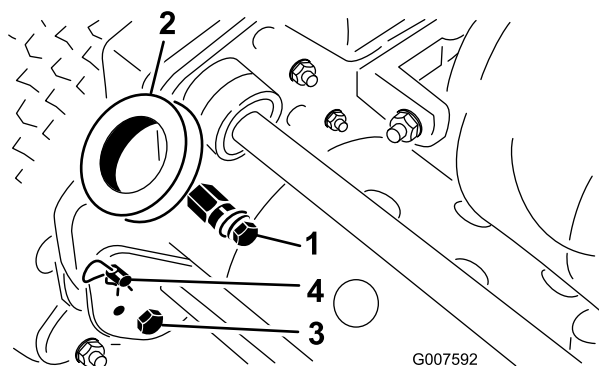

Figura 2
1. Togliete i bulloni, i dadi di bloccaggio e le rondelle che fissano la base dei bracci della stegola su ciascun lato della macchina (Figura 2).
2. Togliete le coppiglie a forcina ed i perni ad anello che fissano i bracci della stegola sul retro dell'intelaiatura (Figura 2).
3. Inserite le estremità della stegola nei fori dei bracci della stegola, ed allineate i fori con i perni di montaggio (Figura 2).
1. Togliete le coppie a forcina dai perni ad anello situati su ciascun lato della macchina (Figura 2).
2. Sostenete la stegola e togliete i perni ad anello da ciascun lato, quindi alzate o abbassate la stegola nella posizione di servizio desiderata (Figura 2).